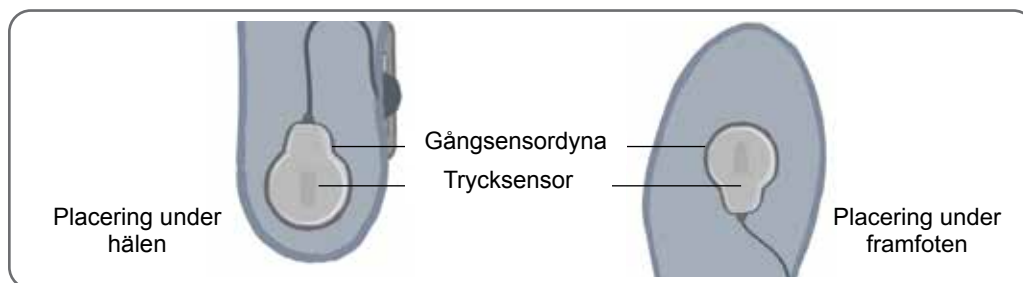

Bild 8-13: Placera fotsensorn i skon
4. För placering under hälen riktar du fotsensorkabeln mot skons tåkappa. För placering under framfoten riktar du fotsensorkabeln mot skons hälkappa. Anslut trycksensorn till fotsensordynan. Se bild 8-13.